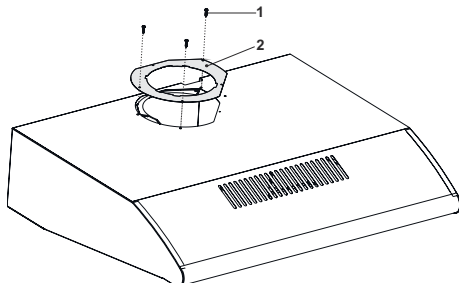

Fig. 16
2. ➔ Ta bort de 3 skruvarna för att lossa spjällfästet. Spara dessa skruvar och fästen till steg 5. Fig 16